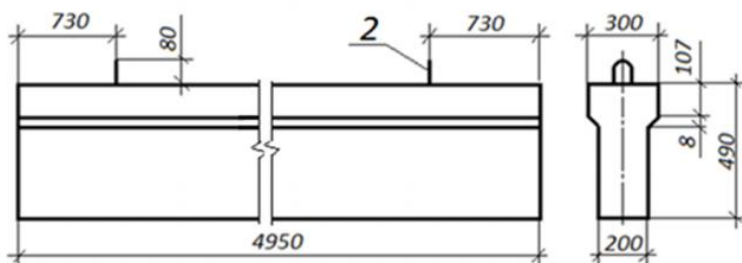

Рисунок 64 - Виды фундаментной балки
**Схемой армирования**, (рис.64) называют изображения железобетонного изделия в предположении прозрачности бетона.